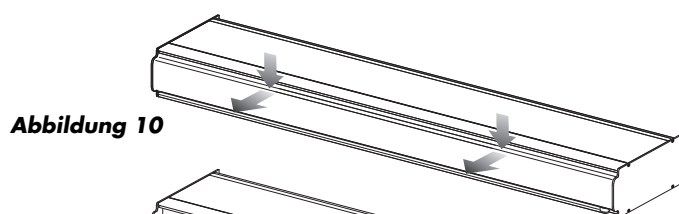

Abbildung 10
1. Gerät öffnen: Oberseite der Abdeckung niederdrücken und nach vorne wegklappen (Abb. 10).
2. Gerät öffnen: Oberseite der Abdeckung niederdrücken und nach vorne wegklappen (Abb. 10).